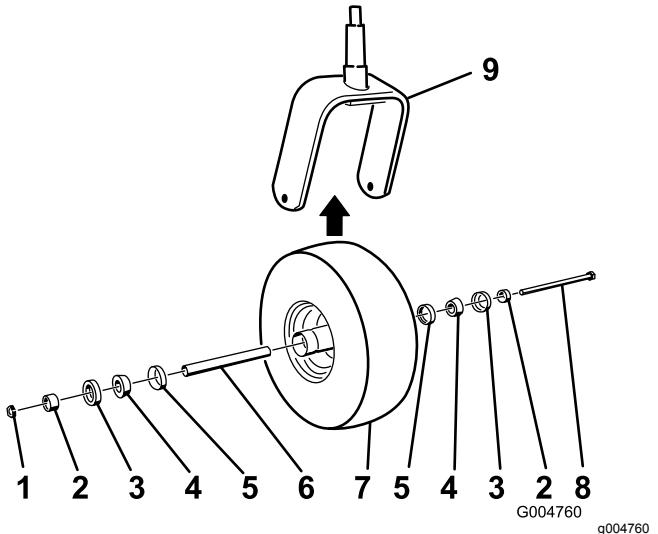

Figura 41
5. Montate la ruota orientabile premendo i cuscinetti conici e gli schermi, lubrificati con grasso, nel mozzo della ruota, posizionata come illustrato nella Figura 41.
2. Rimuovete il dado di bloccaggio dal bullone (Figura 41).